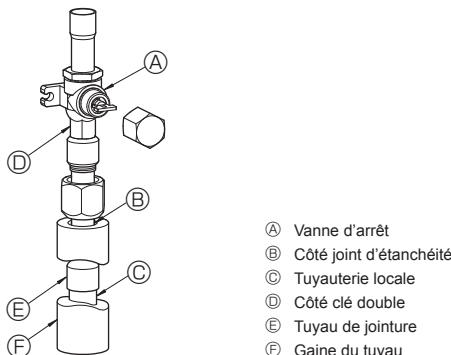

Fig. 4-3
- ③ Respecter la procédure suivante pour le raccordement des tuyaux côté gaz. (Fig. 4-3)